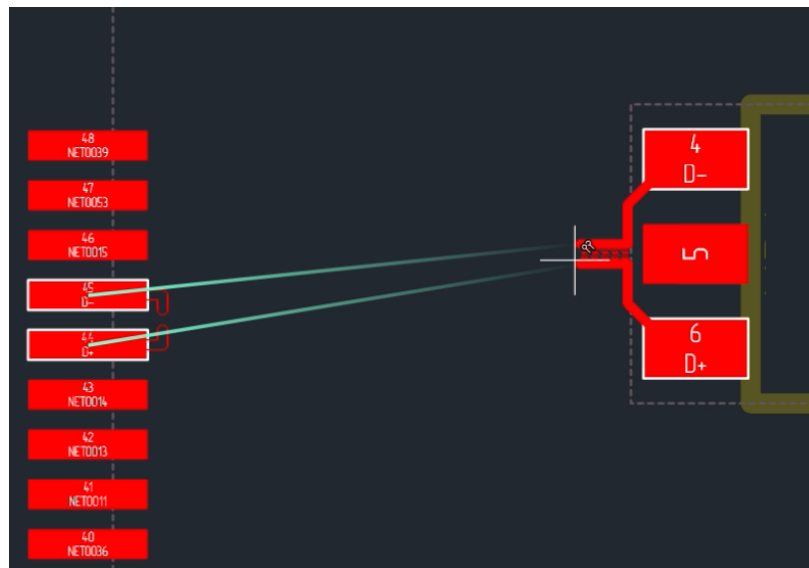

Рис. 334 Определение геометрии схождения
2. Отдельная фиксация геометрии схождения не требуется, см. Рис. 334;